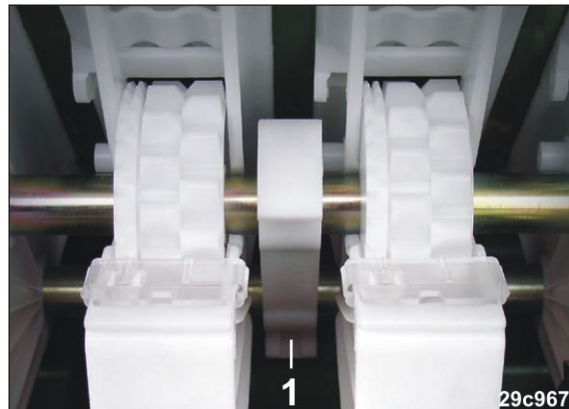

Fig. 133
3. Deschideți lagărul de presare al axului de distribuție (Fig. 133/1).